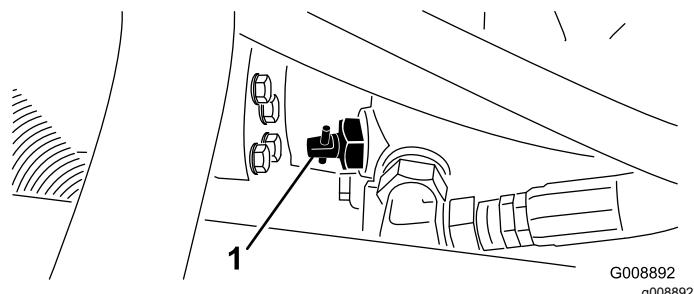

Рисунок 32
- Найдите перепускной клапан на насосе (Рисунок 32) и поверните его на 90°.